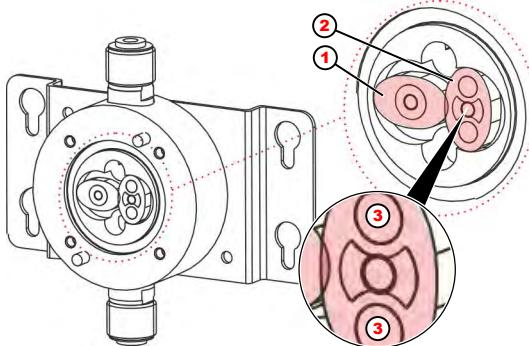

Abb. 6: Ovalradzähler
Die Ovalräder müssen so eingesetzt werden, dass sie genau 90° zueinander versetzt sind (Abb. 6, Pos. 1 + Pos. 2).
- 1.** ➔ Ovalräder nach Reinigung / Austausch 90° versetzt zueinander einbauen (Abb. 6, Pos. 1 + Pos. 2).
Das Ovalrad mit den eingeschweißten Magneten (Abb. 6, Pos. 2) muss unter dem Sensor im Deckel positioniert sein. Die Plättchen auf diesem Ovalrad müssen nach unten zeigen!